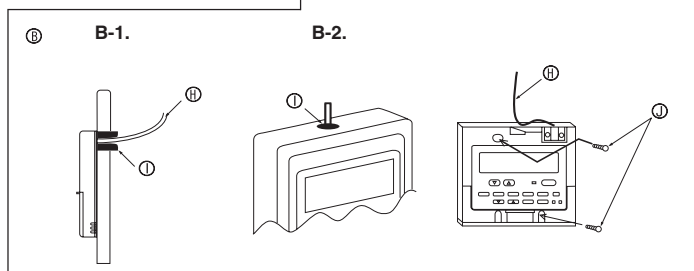

Fig. 6-3
(2) Замажьте сервисный вход в пульт дистанционного управления замазкой для предотвращения попадания капель росы, воды, а также тараканов или червей. (Fig. 6-3)
##### [Fig.6-3]